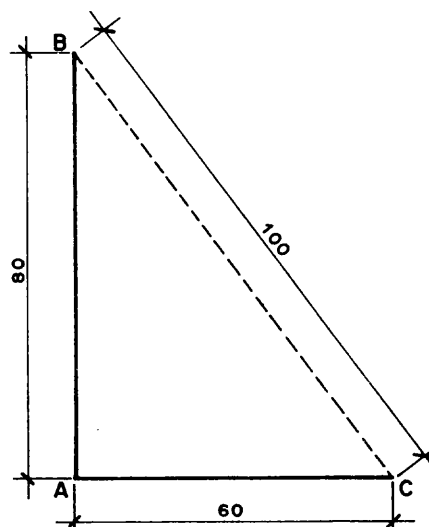

Fig. 3
3. Compruebe si la distancia entre las dos marcas es de 100 cm. (fig. 3).